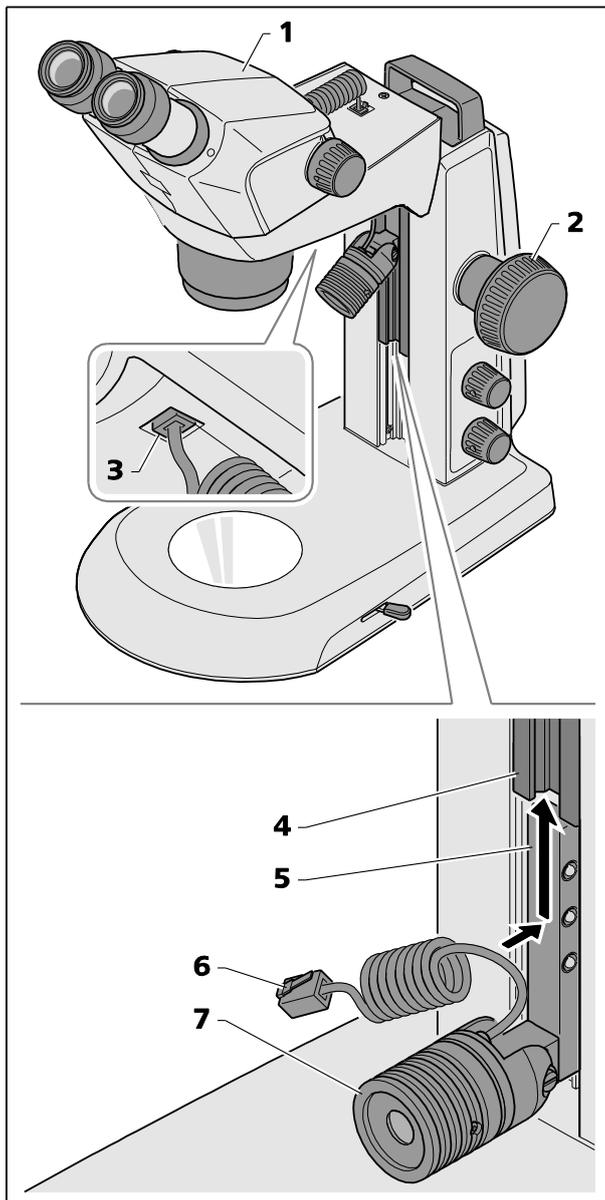

Fig. 12 Montage du dispositif d'éclairage à spot
- Déplacer le corps du microscope (Fig. 12/1) dans sa position la plus haute à l'aide du bouton de mise au point (Fig. 12/2).
- Insérer le dispositif d'éclairage à spot (Fig. 12/7) dans le statif en faisant glisser le support (Fig. 12/5) dans le guide du statif (Fig. 12/4) par dessous, et le pousser vers le haut dans la position souhaitée.
- Brancher le câble de connexion (Fig. 12/6) du dispositif d'éclairage à spot sur la prise inférieure du support Stemi (Fig. 12/3).